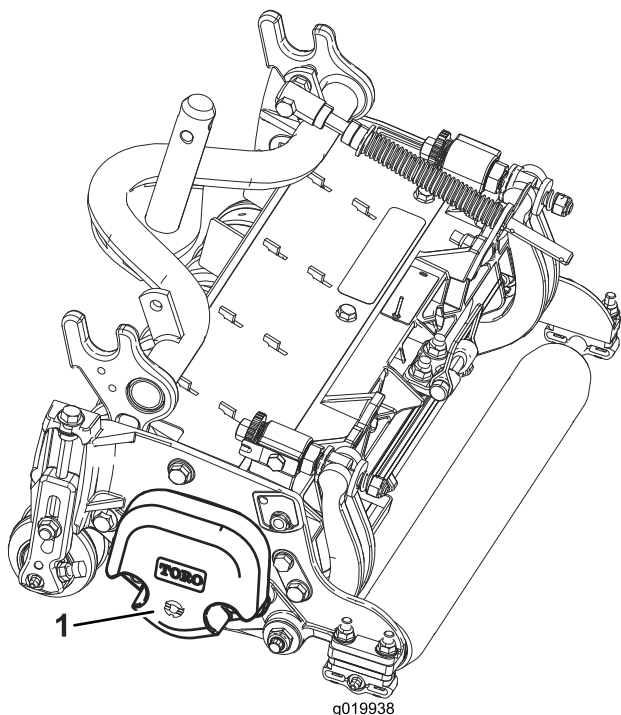

図 3
5. カウンタウェイト **図 3** を、決められた側に取り付けるカッティングユニットの **オペレーターズマニュアル** を参照。